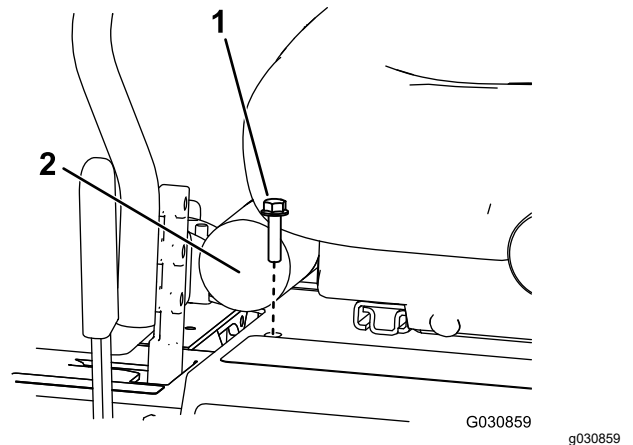

Figure 9
3. Insérez un boulon (5/16" x 1¼") dans le trou pour fixer le plateau de siège (Figure 9).